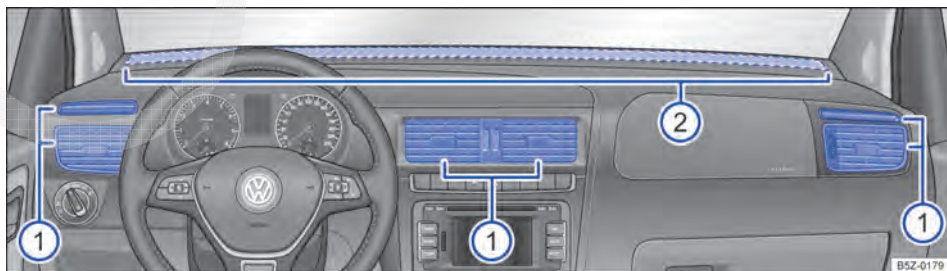

Fig. 85 No painel de instrumentos: difusores de ar.
Para que uma potência de aquecimento, uma refrigeração e uma entrada de ar suficientes sejam atingidas no interior do veículo, nunca fechar os difusores de ar completamente → Fig. 85 ①.
- Para abrir os difusores de ar ①, pressionar na parte superior do difusor de ar.
Há outros difusores de ar, não reguláveis encontram-se no meio do painel de instrumentos → Fig. 85 ②, nas áreas para os pés e na parte traseira do interior do veículo.